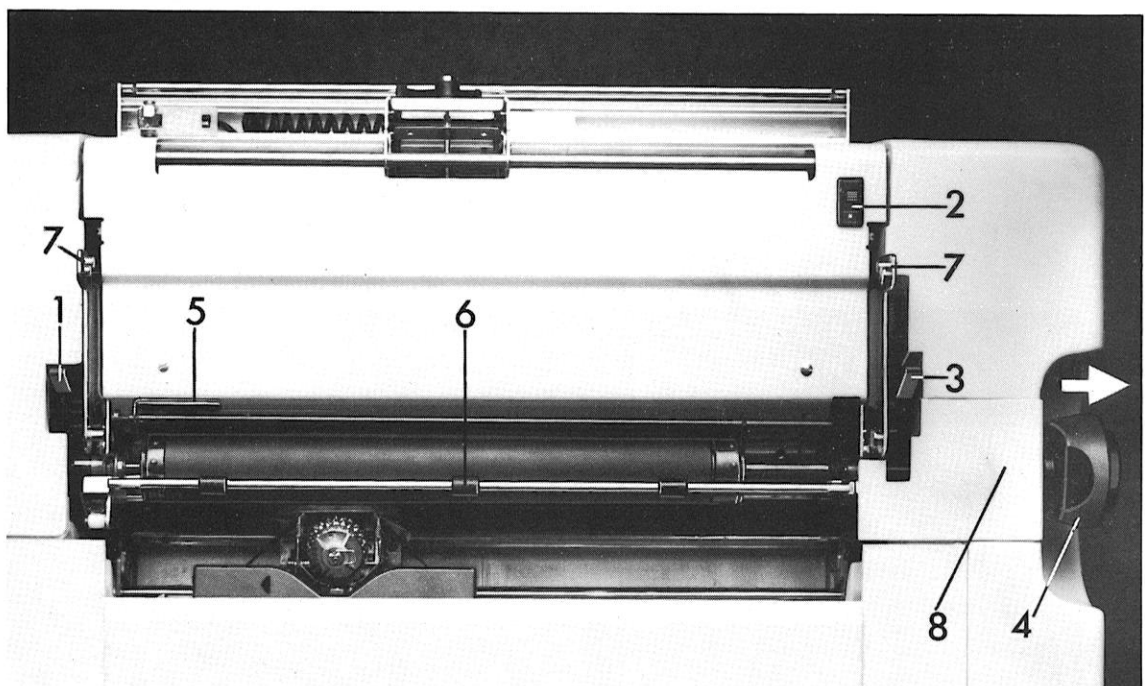

Abb. 9 Bedienungselemente
Mit dem Prellabstandeinsteller 1) Abb. 9 wird der Abstand zwischen der Schreibwalze und dem Schreibkern individuell auf die Anzahl der Durchschläge und auf die Papierqualität abgestimmt.
Der Abstand zwischen den Zeilen wird durch den Zeilenabstandeinsteller 2) Abb. 9 verändert.
Zum seitlichen und waagerechten Ausrichten der Einzelformulare und Einzelformularsätze wird der Papierlöser 3) Abb. 9 nach vorn gelegt.
Mit Hilfe des Walzendrehknopfes 4) Abb. 9 wird die Walze von der Zeilenschaltung getrennt. Walzendrehknopf bis zum Anschlag herausziehen und die Walze im herausgezogenen Zustand einstellen.
Nach dem teilungsgerechten Ausrichten von Einzelformularen und Einzelformularsätzen wird die Papieranlage 5) Abb. 9 an den linken Formularrand herangeschoben. Damit ist ein gleichmäßiger Zeilenanfang bei allen Formularen dieser Art gegeben und eine Übereinstimmung zwischen Programm und Formular gesichert.
- Die Abdeckung 8) Abb. 9 neben dem Walzendrehknopf abnehmen.
- Walzendrehknopf 4) Abb. 9 in die äußere Stellung herausziehen, roter Ring ist sichtbar.
- Papierlöser 3) Abb. 9 nach vorn legen